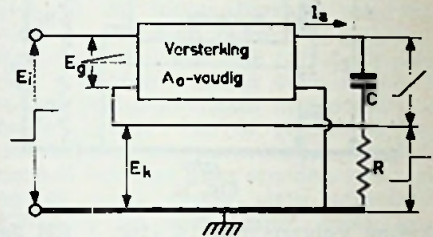

Fig. 17
b) Bij systemen volgens fig. 17, waarbij de tegenkoppeling door optellen plaats vindt, zal de practische uitvoe-